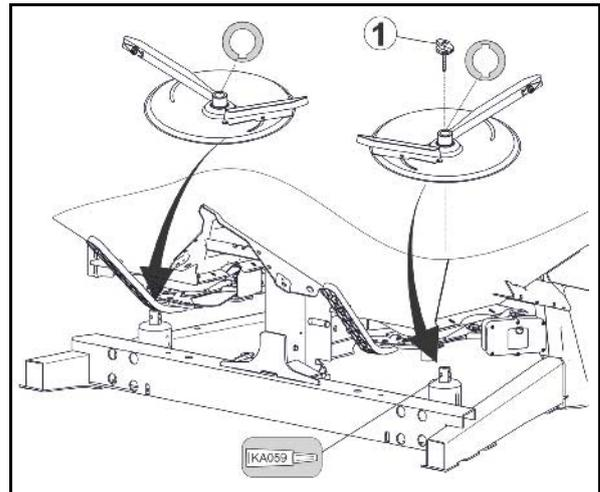

Fig. 68
1. Épandage en limite selon le décret concernant l'emploi des fertilisants (Fig. 68) :